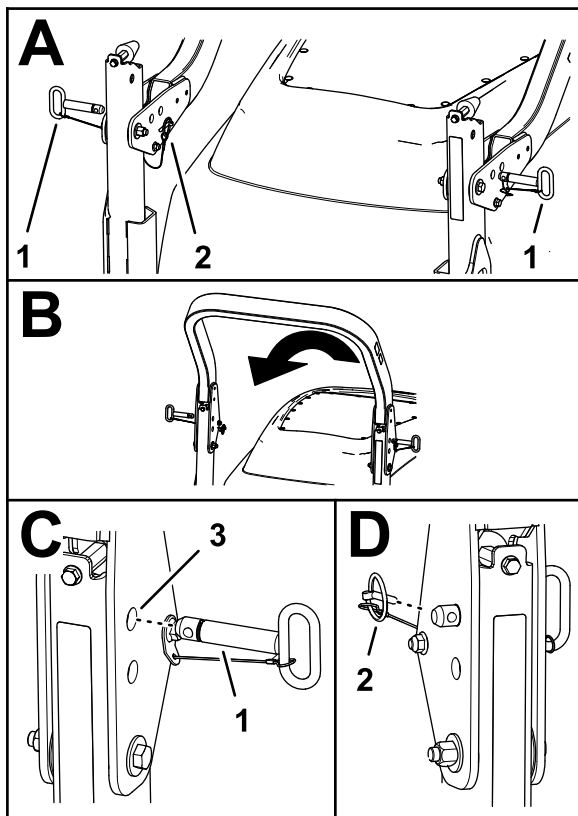

Figure 52
2. Retirez les goupilles à anneau qui fixent les axes de chaque côté de l'arceau de sécurité (Figure 52).